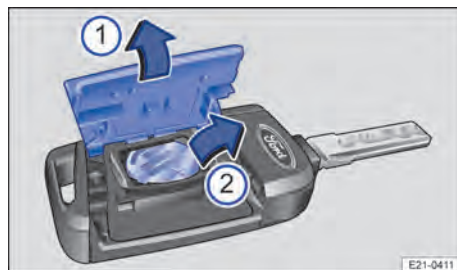
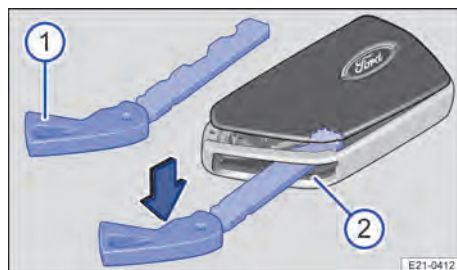

Fig. 54 Clé du véhicule : remplacement de la pile bouton
Fig. 55 Clé du véhicule : ouverture du cache de pile
En fonction de l'équipement, le remplacement de la pile bouton peut être réalisé selon deux variantes → fig. 54 et → fig. 55.
2. Ouvrez le cache vers le haut → fig. 54 ①.
3. Retirez la pile bouton du compartiment à pile en faisant levier ②.
4. Insérez une pile bouton neuve de même spécification dans le compartiment à pile → ①.
2. Engagez la clé de secours dans la fente → fig. 55 ②, poussez-la dans le sens de la flèche et extrayez le cache en faisant levier.